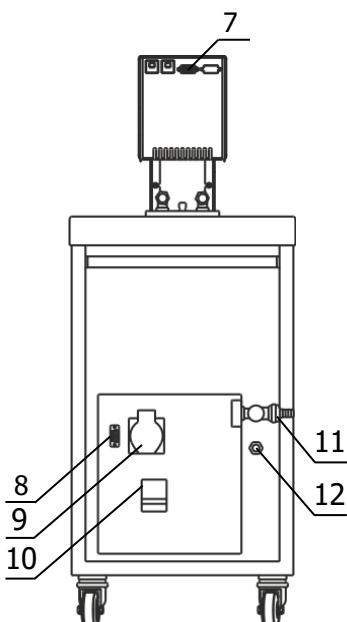

Рисунок 4 — Задняя панель термостата
2.2.4 К переливному штуцеру 12 (рисунок 4) присоединить гибкий шланг, второй конец которого опустить в емкость для сбора излишков теплоносителя объемом 1.5-2 литра.
2.2.7 Вставить вилку сетевого кабеля блока регулирования в розетку 9 (рисунок 4). Соединить кабелем из комплекта поставки блок регулирования (разъем 7) и холодильную машину (разъем 8). Сетевой кабель термостата подключить к питающей сети. Для этого в лабораторном помещении должна быть установлена электрическая розетка из комплекта поставки термостата.
2.2.8 Автоматический выключатель 10 (рисунок 4) перевести в положение «включено».
2.2.11 Для заполнения соединительных шлангов и устранения воздушных пробок при первом запуске термостата, необходимо включить блок регулирования в режиме прокачки. При работе циркуляционного насоса уровень теплоносителя во внутренней ванне понизится, что может привести к срабатыванию защиты от недостаточного уровня теплоносителя. Доливать теплоноситель следует до тех пор, пока он не начнет переливаться через штуцер 12 (рисунок 4).
2.3.3 При работе термостата на температурах, близких к нижней границе диапазона регулирования необходимо доливать теплоноситель до момента слива его из переливного штуцера 12 (рисунок 4) при охлаждении термостата на каждые 10 °C.
- на короткое время перевести автоматический выключатель 10 (рисунок 4) в положение «выключено»;
2.4.4 Перед повторным запуском холодильной машины после наступления аварийной ситуации необходимо отключить питание термостата, для этого перевести автоматический выключатель 10 (рисунок 4) в положение «выключено».
2.5.2 Надеть сливной шланг из комплекта поставки на кран 11 (рисунок 4) и закрепить его хомутом. Свободный конец шланга опустить в емкость для сбора теплоносителя объемом, превышающим объем термостата.